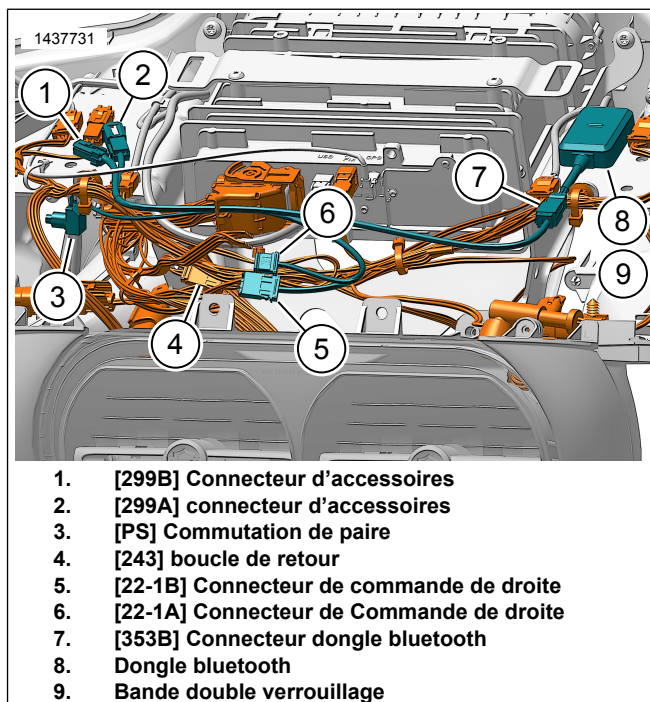

Figure 15. Faisceau de dongle Bluetooth monté sur cadre (2014-2016)
1. Voir la Figure 15. Installez et dirigez le faisceau de dongle bluetooth sous le carénage.